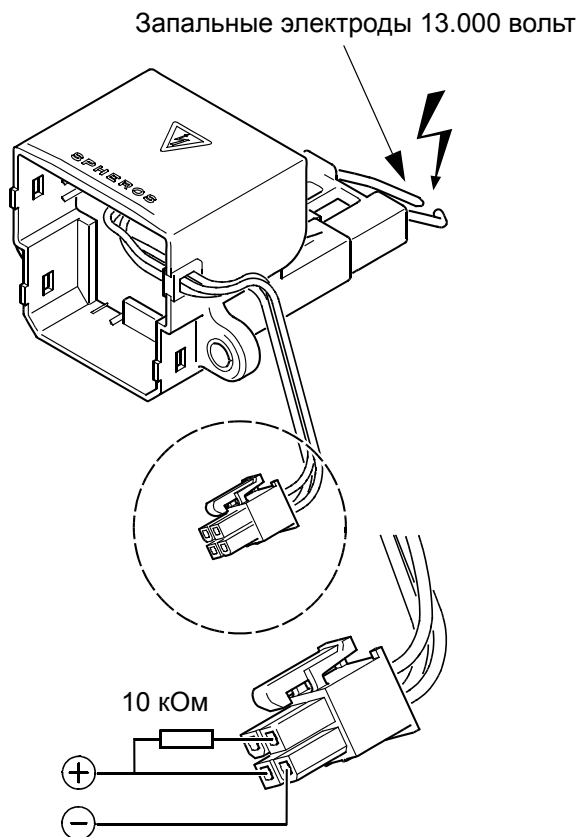

Рис. 505
- Подать постоянное напряжение 24 вольт согласно Рис. 505.